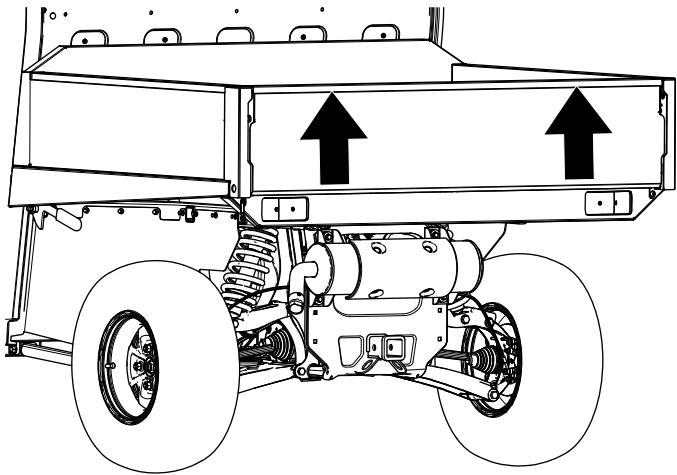

Figura 12
2. Eleve el portón trasero con las dos manos mediante el reborde cerca de la parte superior del portón trasero (Figura 12).